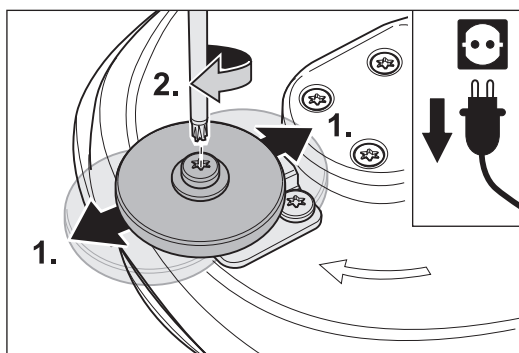

Bild 63 Förskjut väggskyddsrollen (1.) och spänn skruven (2.).
- 4 Skjut väggskyddsrollen till önskat läge (bild 63, 1.) och spänn skruven igen (bild 63, 2.).